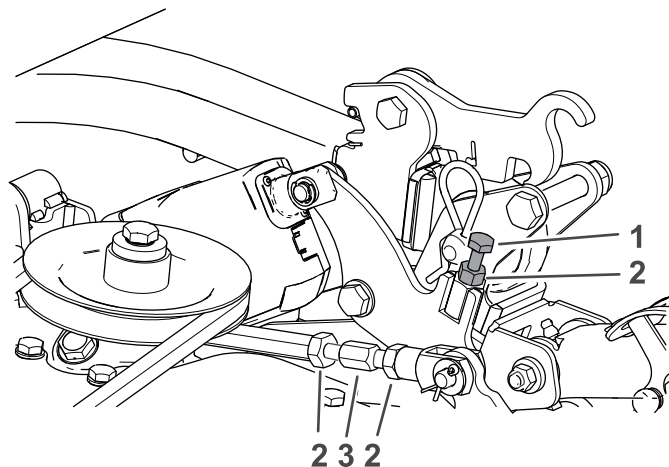
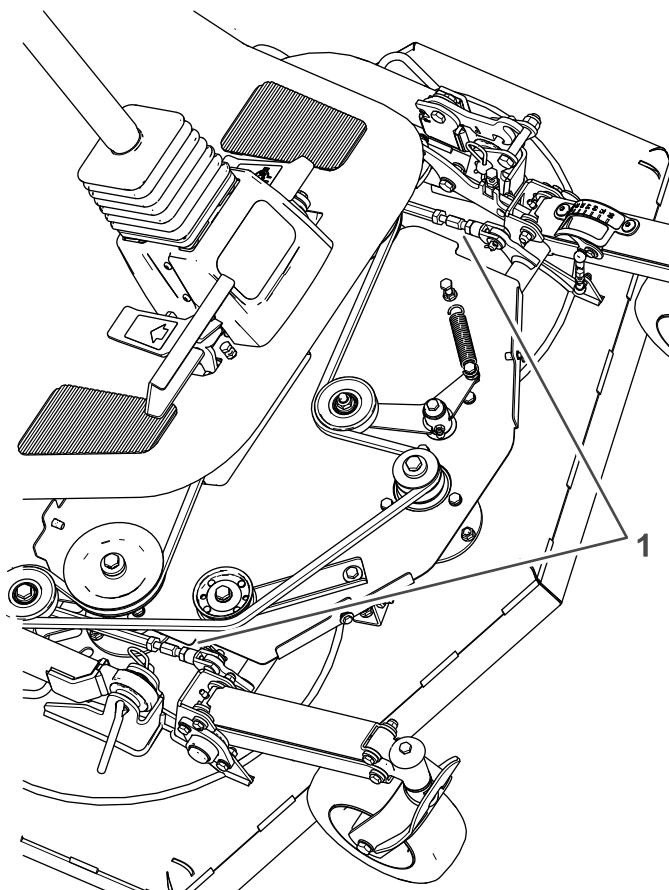

Figura 100
Figura 101
- B. Per sollevare la parte anteriore della macchina a 64 mm, allentate il controdado e regolate il bullone di regolazione; fate riferimento a Figura 100.
- C. Per sollevare la parte posteriore dell'apparato di taglio, allentate i controdadi dei tiranti su entrambi i lati dell'apparato di taglio (Figura 100 e Figura 101).
6. Serrate i controdadi dei tiranti (Figura 100).